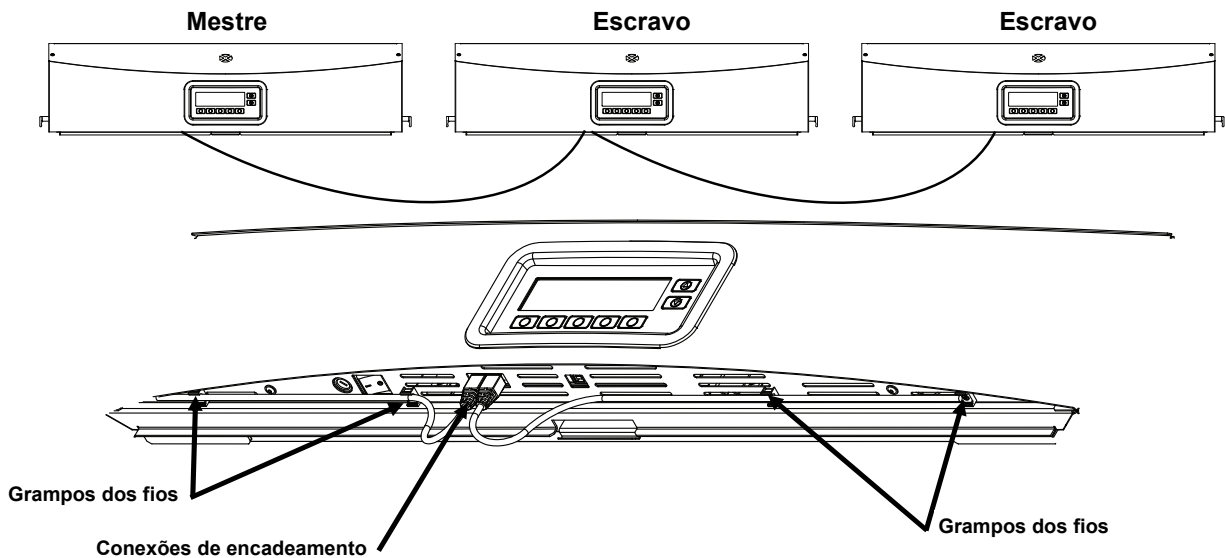

Figura 11. Conexão das Luminárias por Encadeamento
9. Conecte os fios de encadeamento das luminárias na parte da frente. Utilize os grampos para manter os fios presos em posição. Consulte a Figura 11.